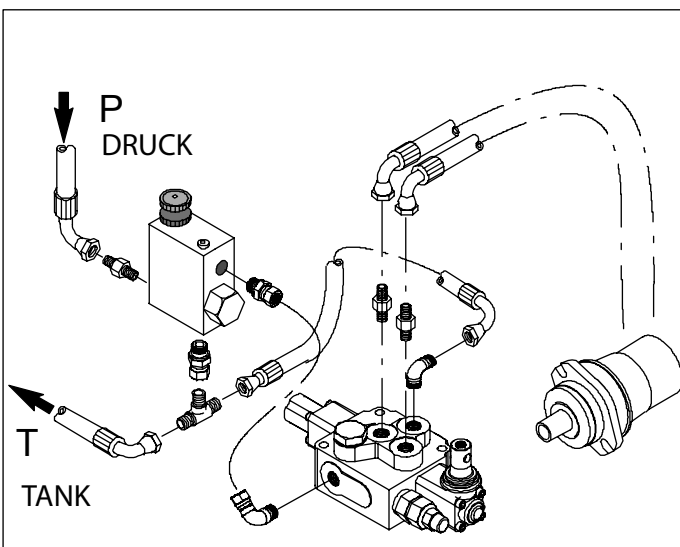

Bild 4b. Anschluss der Hydraulik
5. Rücklauffrohr (mit "OUT" markiert) entweder an Anschluss des Rücklaufschlauch des Doppelwirkenden Hydroventils oder als einfaches System direkt an den Öltank anschliessen. Ein Ölfilter im Rücklauffrohr ist empfehlenswert. Siehe Bild 4b.